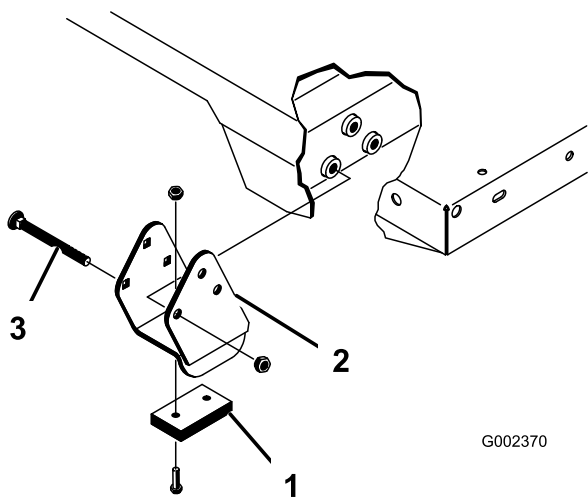

图 25
确保隔片支架和耐磨块图 25 按照托架螺栓头朝向机器内侧的方式进行安装。
2. 小心将货斗放到机架上将后货斗枢轴板孔与后机架槽中的孔对齐然后安装 2 个柱销和保险销图 25。
4. 从货斗外侧插入柱销让保险销朝向外侧图 25。